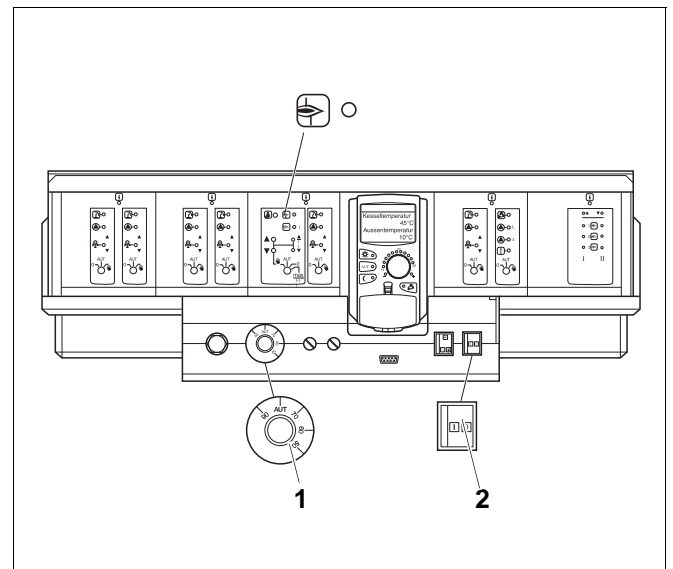

Рис. 2 Система управления Logamatic 4000-ой серии
Включите котел пусковым выключателем на системе управления (здесь (рис. 2): система управления Logamatic 4000-ой серии). При включении системы управления запустите горелку в автоматическом режиме. Затем горелка может стартовать от системы управления. Дальнейшая информация по этому вопросу приведена в соответствующих инструкциях по эксплуатации системы управления и горелки.
- Установите регулятор температуры котловой воды (рис. 2, поз. 1) в положение "AUT".
- Переведите пусковой выключатель (рис. 2, поз. 2) в положение "I" (ВКЛ).
- Переведите пусковой выключатель (рис. 2, стр. 9) в положение "0" (ВЫКЛ).